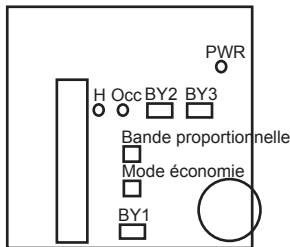

Fig 2.
Die grüne LED (PWR) zeigt an, dass der CA1 mit Strom versorgt wird (siehe Abb. 2). Die rote LED (H) zeigt die Heiz- bzw. Kühlfunktion an. Leuchtet die LED, ist der Regler auf Heizfunktion eingestellt. Leuchtet die LED nicht, ist der Regler auf Kühlfunktion eingestellt. Die grüne LED (Occ) zeigt die Betriebsart an. Leuchtet die LED, arbeitet der Regler im Normalbetrieb. Leuchtet die LED nicht, arbeitet der Regler im Sparbetrieb.